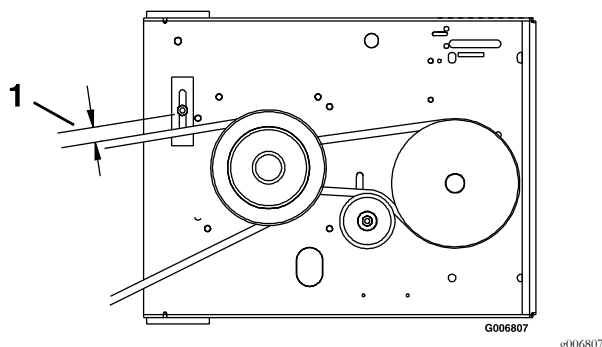
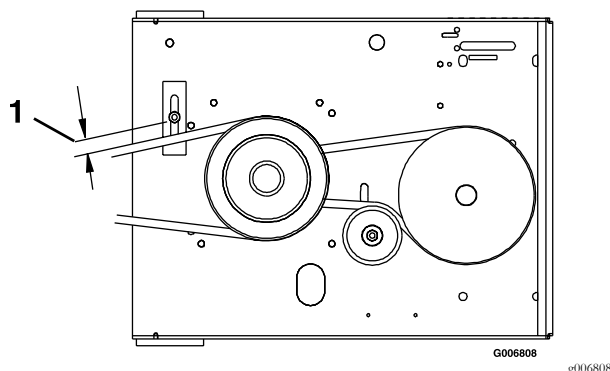

Figure 17
Figure 18
3. Vérifiez que le guide-courroie sous le plancher moteur est réglé correctement (voir Figure 17 et Figure 18). Réglez si nécessaire.